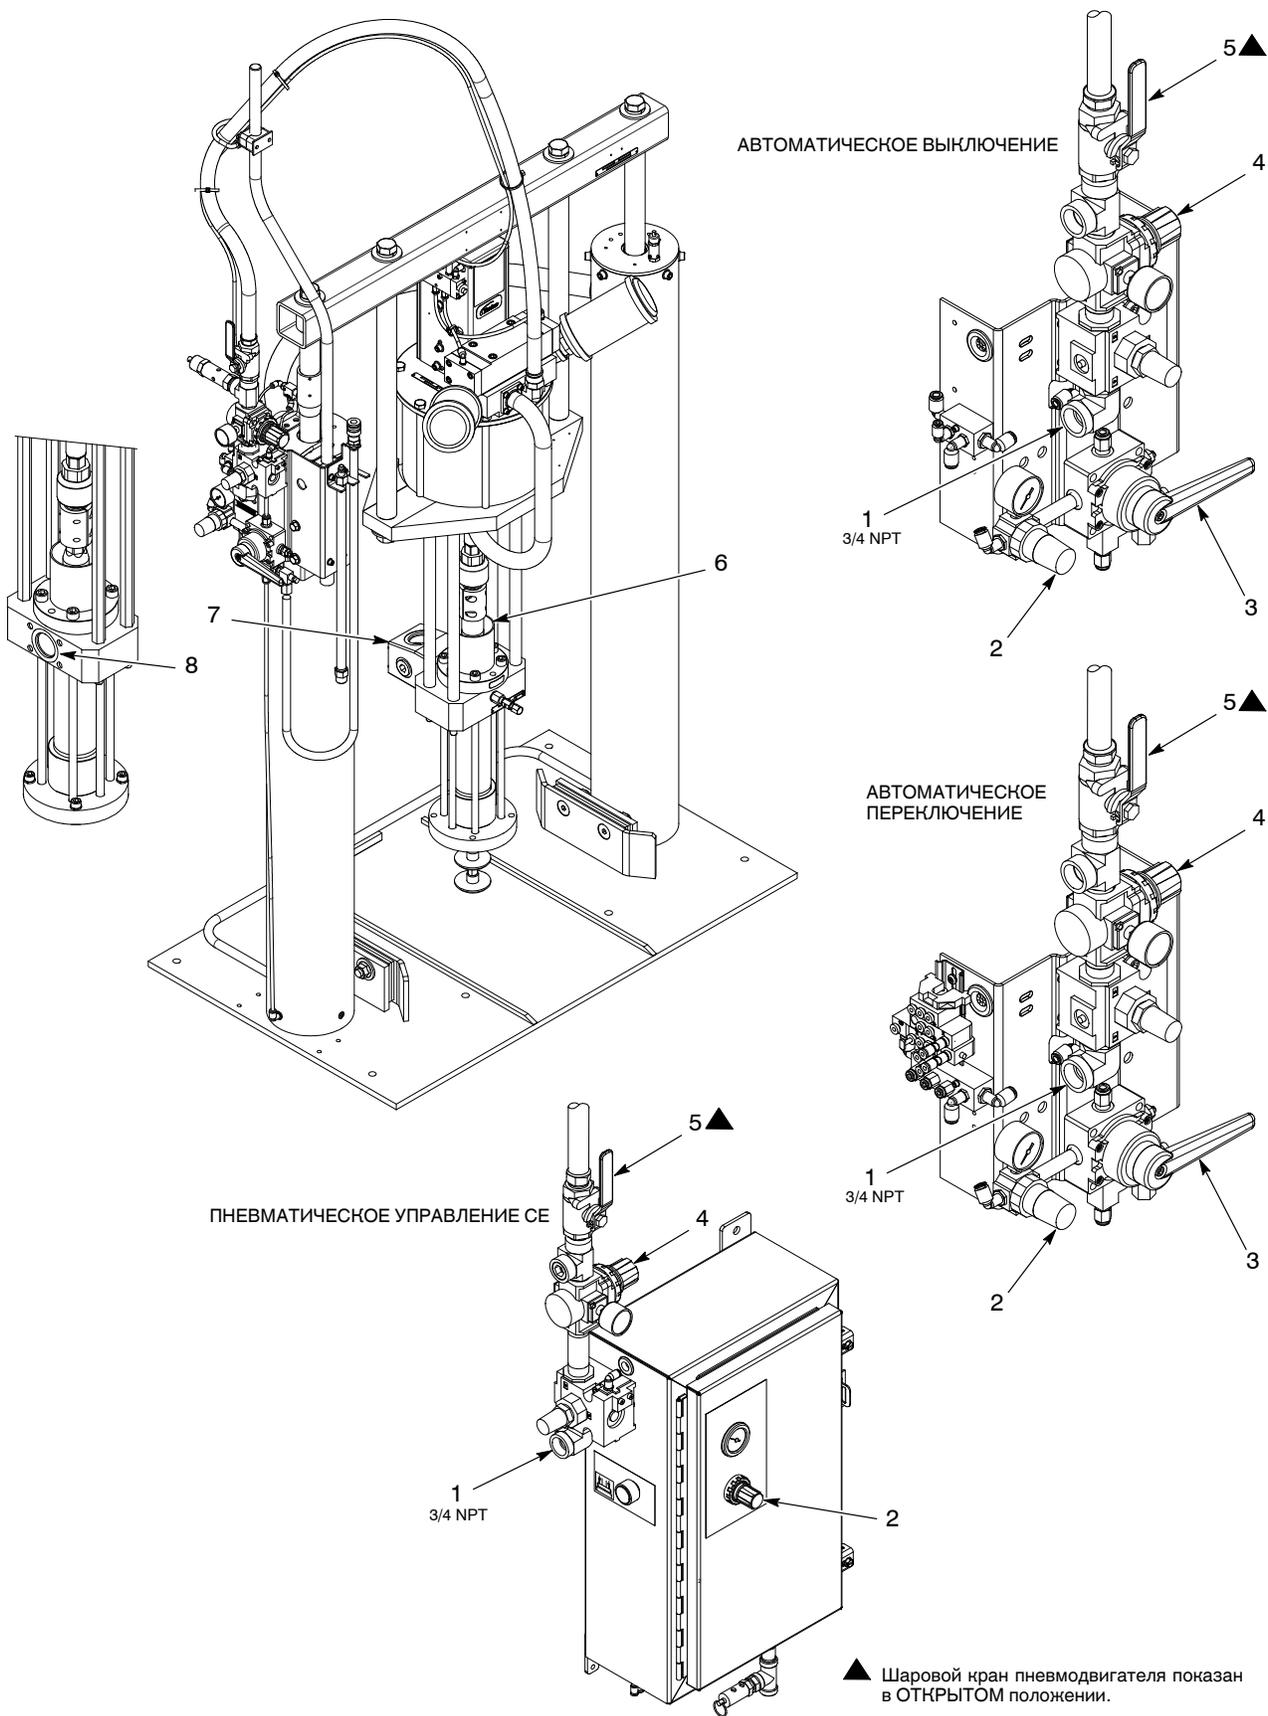

Рис. 5 Монтаж (Показан разгрузчик 55-галлонных бочек. Разгрузчик ведер аналогичен.)
1. См. рис. 5. Извлечь разгрузчик из упаковочного ящика и снять с поддона. Выполнить следующее:
3. Настроить регулятор подъемника (2) и регулятор пневмодвигателя (4) на 0 psi/бар. Убедиться, что клапан управления подъемником (3) находится в НЕЙТРАЛЬНОМ положении и шаровой кран (5) пневмодвигателя закрыт.
4. Присоединить линию подачи воздуха из магистрали к отверстию подачи воздуха (1).
5. Присоединить шланг материала к выпускному порту материала (8) или к отверстию дополнительного шарового запорного крана (7).
6. Залить жидкость в камеру растворителя (6) до уровня в 38 мм (1,5 дюйма) от верхнего края камеры. Тип и каталожный номер жидкости в камере растворителя см. в руководстве по насосу.